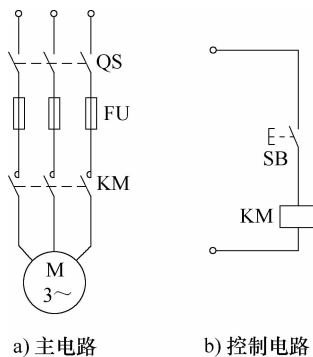

图 2-7 点动控制电路
(2) 基本的点动控制电路
所谓点动就是操作者按下起动按钮后, 电动机起动运转, 松开起动按钮电动机就停止转动。图 2-7 为点动控制电路, 与长动控制电路相比, 点动控制电路有两点变化: ①去掉了自锁触点; ②无过载保护 (短时工作)。